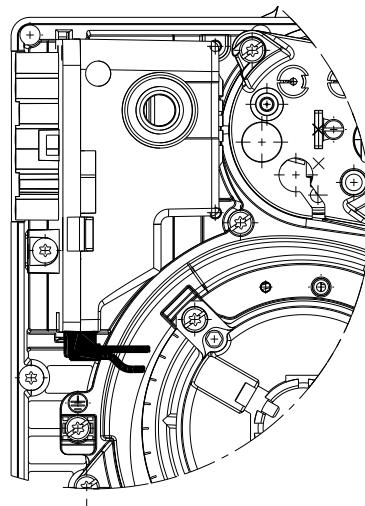

Fig. 24
- Vérifier l'insertion correcte des connecteurs des raccordements en suivant les symboles présents sur le fond de la boîte de contrôle de flamme : s'assurer que les connecteurs sont complètement insérés en les poussant à fond, chacun dans sa propre position. Tous les connecteurs doivent présenter des câbles de raccordement orientés vers l'intérieur du brûleur (voir Fig. 24).